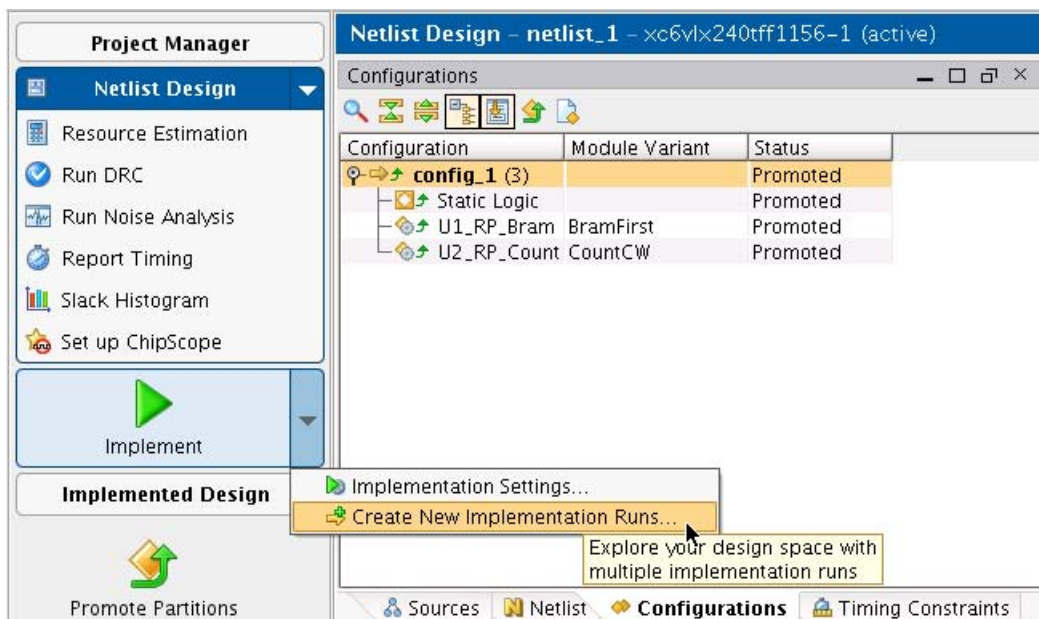

図 23 : 新規インプリメンテーション run の作成
1. Flow Navigator の [Implement] ドロップダウン リストから [Create New Implementation Runs] をクリックします (図 23)。